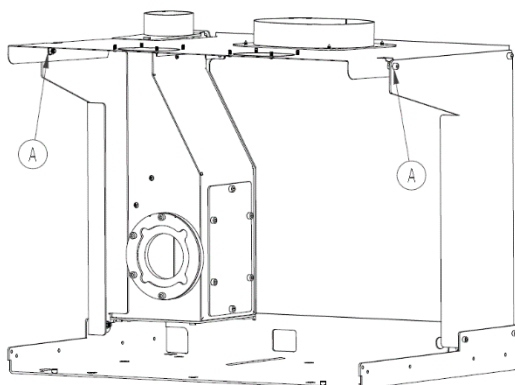

Figura 20 – Instalação inserível a *pellets*
6. Como mostra a Figura 20, a versão do inserível Square V possui um chassi superior fixo às colunas laterais por meio de parafusos M6 DIN 912 e respectivas porcas DIN 934. Se desapertar sem retirar completamente os parafusos da frente (assinalados com a letra “A”) a tampa gira sobre os parafusos traseiros deixando acessível a tampa superior para facilitar a fixação do tubo flexível para a garga de *pellets*. É necessário juntar o tubo que sai da boca de carga com a tampa através de uma abraçadeira de metal. É necessário certificar que o tubo não tenha nenhuma curva onde se possam acumular *pellets*. Finalmente colocar a tampa na sua posição original e fixar novamente os parafusos.
3. Para aceder ao topo da tampa (Figura 20), pode observar-se que na parte superior vem com a instalação de 2 bocas de saída de ar de 100 mm. É necessário com um alicate cortar as microjuntas para instalar os tubos de saída de ar quente.